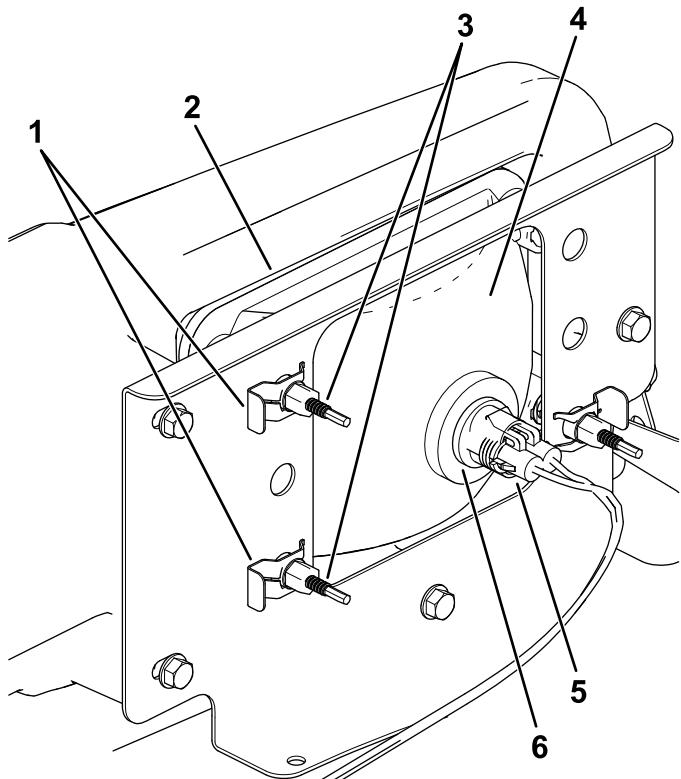

Figura 51
3. Desconecte el conector eléctrico del arnés de cables del conector del conjunto de la luz (Figura 51).
4. Retire los conectores rápidos que sujetan el faro al soporte del faro (Figura 51).
5. Retire el conjunto del faro desplazándolo hacia adelante y pasándolo por el hueco del parachoques delantero (Figura 51).
6. Introduzca el faro nuevo a través del hueco del parachoques (Figura 51).
8. Conecte el conector eléctrico del arnés de cables al conector del conjunto de la luz (Figura 51).
5. En la parte trasera del faro, gire los tornillos de ajuste (Figura 51) para pivotar el conjunto y ajustar de la posición del haz de luz.